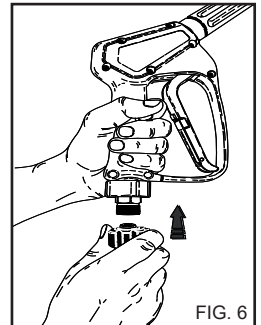

FIG. 6
Conectar el tubo de alta presión a la hidrolimpiadora (fig. 5C) y a la lanza (fig. 6).
- 5) Descargar la presión del tubo A.P. apretando la palanca de la pistola (fig. 6).